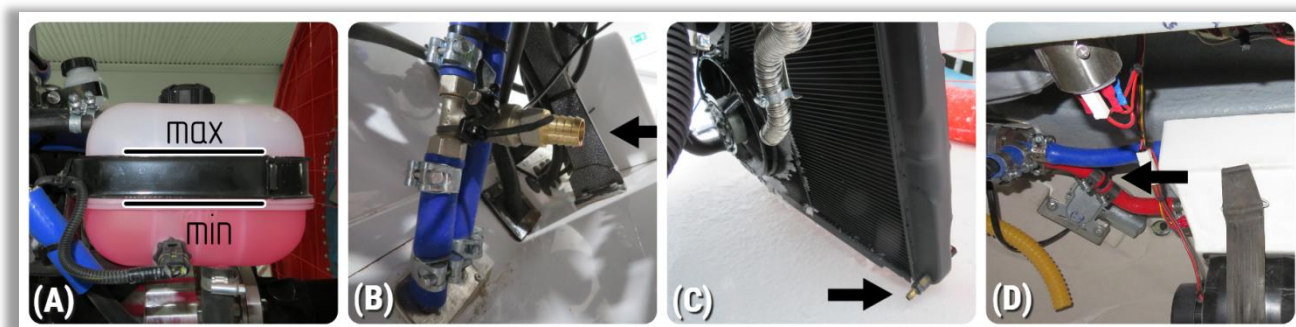

Рисунок IV-1
- 3) Убедитесь в достаточном уровне охлаждающей жидкости в расширительном бачке (Рисунок IV-1, А) и горловине радиатора на холодном двигателе. При необходимости долейте ОЖ. Закройте крышки.
- 1) Подсоедините шланг для слива ОЖ к сливному штуцеру (Рисунок IV-1, в) откройте кран и слейте охлаждающую жидкость в подходящую емкость.
- 3) Ослабьте сливную пробку радиатора (Рисунок IV-1, с). Слейте остаток жидкости из радиатора непосредственно в небольшую емкость.
- 7) Запустите двигатель и откройте кран под панелью приборов (Рисунок IV-1, d). **5 – 6 раз** на несколько секунд плавно увеличьте обороты с холостого хода **до 2000-2500 об/мин.** Контролируйте, чтобы показания температуры ОЖ не превышали **88°C**. Во время прогрева несколько раз сожмите впускной и выпускной патрубки радиатора для удаления воздуха. Дотроньтесь до выпускного патрубка радиатора, если он теплый - значит термостат открыт. Остановите двигатель. Закройте кран под панелью (Рисунок IV-1, d).